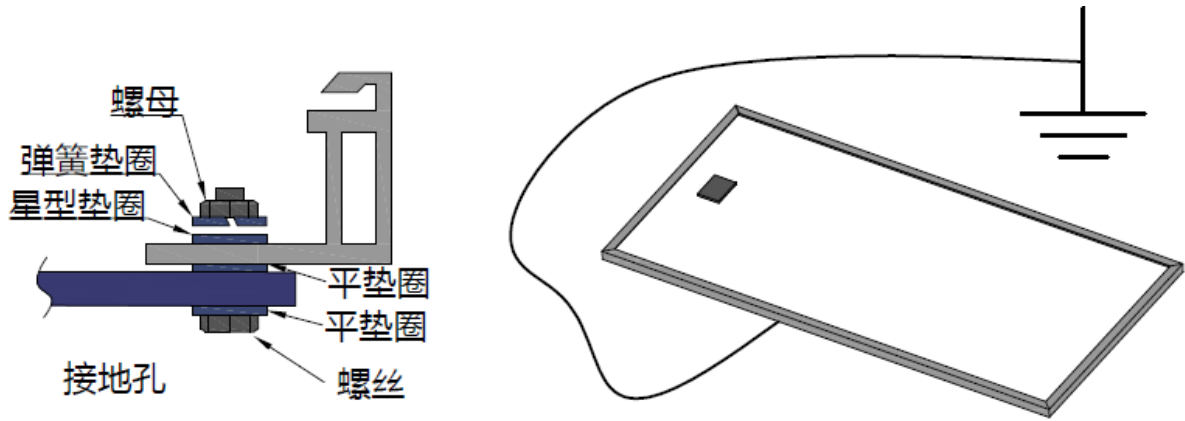

图11：接地图
- 按照国际或当地的电气法规规定确保所有组件铝合金边框和支架都有接地；使用预留的孔和硬件连接接地，注意在地线与组件边框之间需使用不锈钢星形垫片（看下图11）：此垫片用于避免不同属性金属接触而导致的腐蚀现象，并拧紧螺丝。下左图为接地示意固定方式，用户可根据组件安装商建议自行选择接地方案。